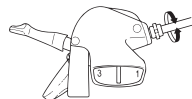

Рис. 20: Регулировка натяжения троса переднего переключателя
- Натяжение тросика регулируется не на самом переключателе, а на манетке (шифтере) с помощью аналогичного вращающегося винта регулировки натяжения троса (см. рис. 20). Данный винт расположен в месте выхода оплетки троса переднего переключателя из корпуса манетки (шифтера).